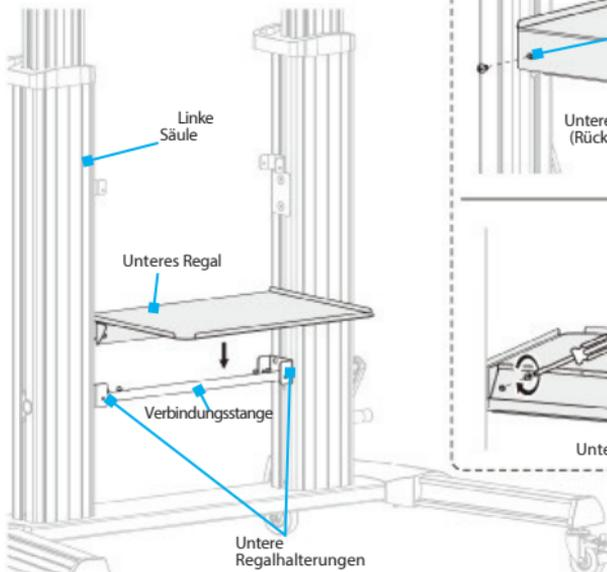

Abbildung 8a
3. Befestigen Sie die **untere Ablage** mit vier **Schrauben M6 x 8 mm (A1)** an den **Halterungen der unteren Ablage**. Beachten Sie, dass es insgesamt vier Befestigungspunkte gibt. Ziehen Sie die Schrauben mit einem **Kreuzschlitzschraubendreher** fest. (Abbildung 8a & 8b)